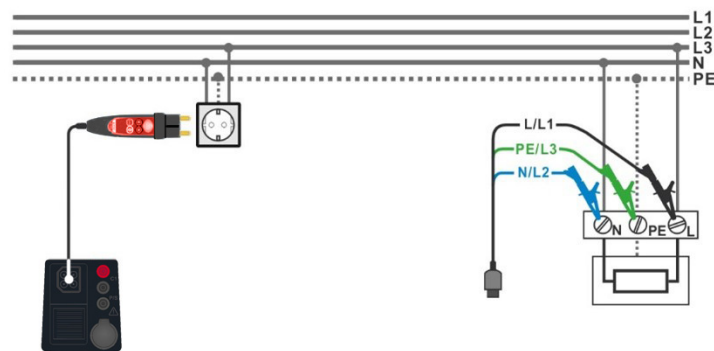

Abbildung 4.67: Anschluss des Commander-Prüfsteckers und der 3-Leiter-Prüfleitung
- Schließen Sie die 3-Leiter-Prüfleitung oder den Commander Prüfstecker am Prüfobjekt an, siehe **Abbildung 4.67**.